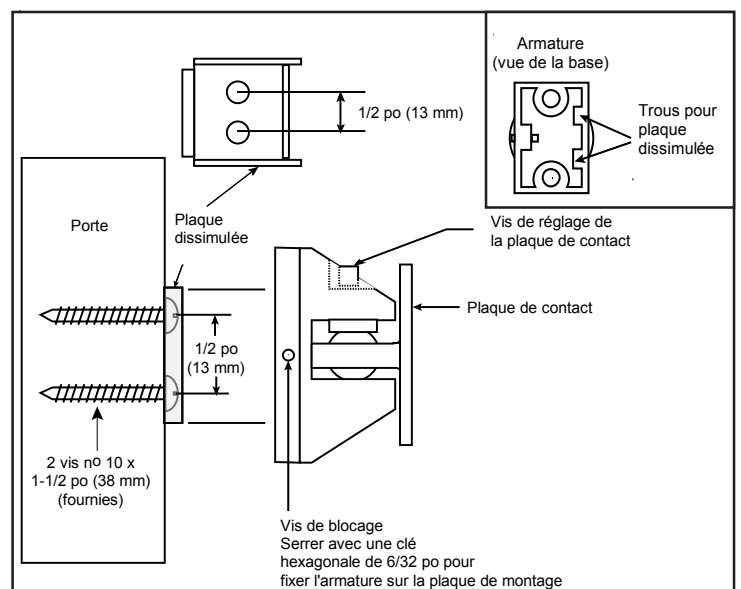

Figure 7. Fixation avec plaque dissimulée
- b. **Montage avec plaque dissimulée (Fig. 7).** Marquez deux points, pour des trous de 1/8 po, à une distance de 1/2 po l'un de l'autre et centrés par rapport aux points marqués à l'étape 3. Marquez ces nouveaux points au pointeau et percez dans chacun un trou de 1/8 po de diamètre sur 1-1/4 po de profondeur. Fixez la plaque dissimulée au moyen des deux vis n° 10 x 1-1/2 po fournies.
Alignez les trous pour la plaque dissimulée dans la base de l'armature avec les tiges de la plaque de montage. La vis de réglage de la plaque de contact étant sur le haut comme le montre la figure 7, fixez l'armature à la porte en serrant la vis de blocage.